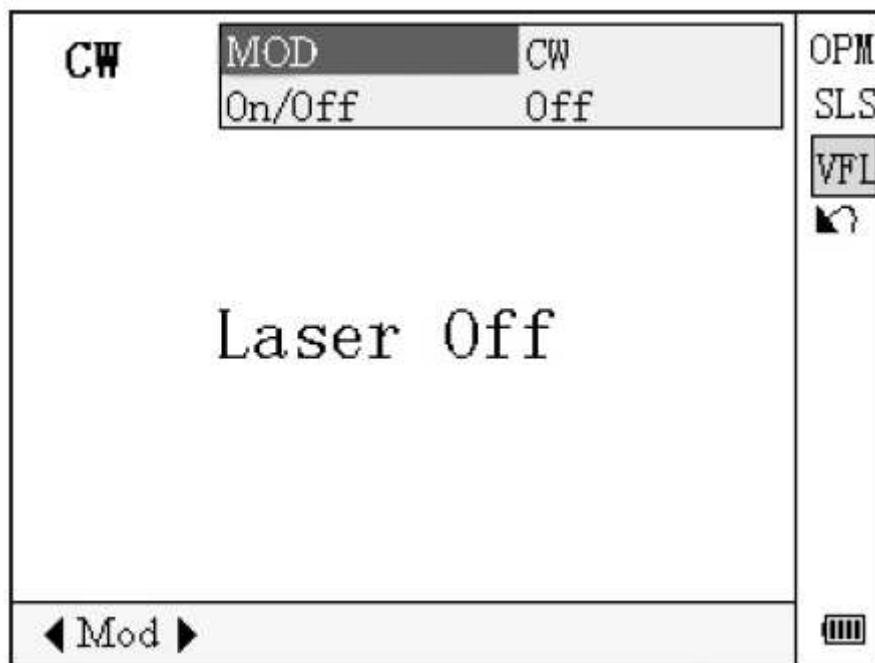

Рисунок 4-15. Настройка визуализатора повреждений
2. С помощью кнопок **<** и **>** переключайтесь между рабочими режимами VFL. Для перехода на интерфейс настройки VFL нажмите кнопку Enter (рисунок 4-15).